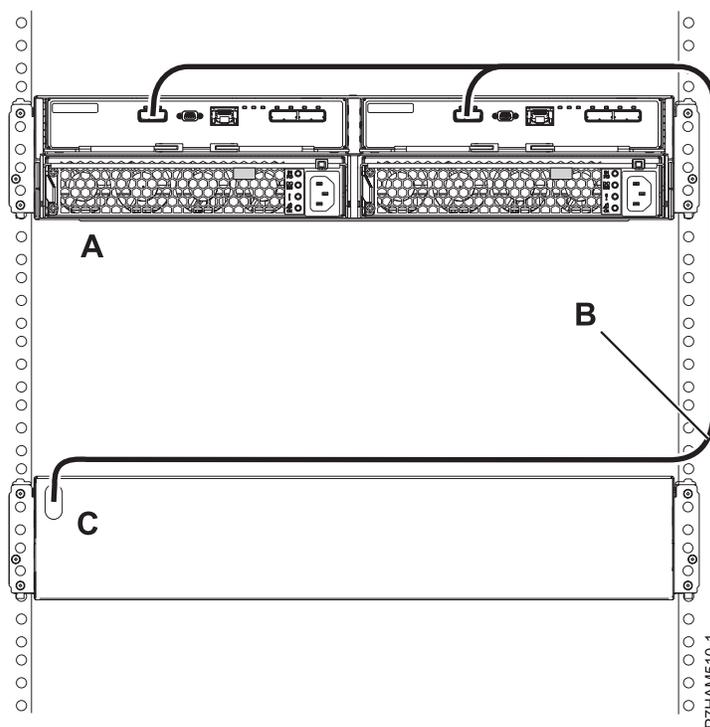

Figura 34. Conexión en la modalidad 1 mediante un cable YI de un alojamiento de unidades de disco 5887 con un sistema que tiene soporte para un único cajón SAS
8. Realice la conexión en la modalidad 1 de un alojamiento de unidades de disco 5887 (A) utilizando un cable YI (B) con un sistema que tenga soporte para un único cajón SAS (C), como se muestra en la Figura 34.